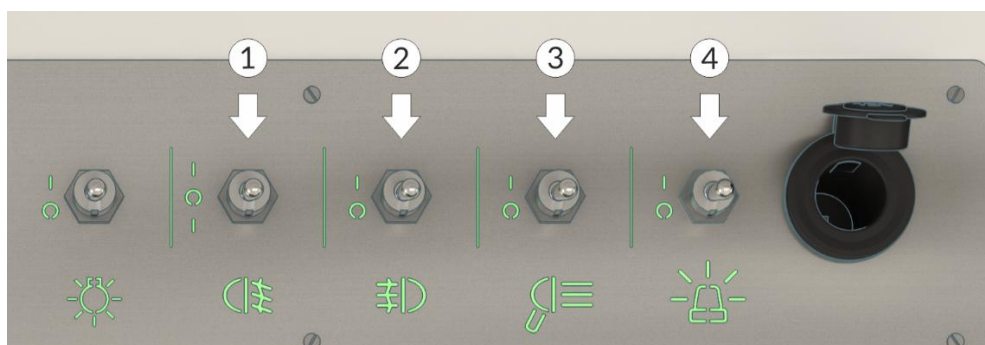

Рисунок 55 – Верхняя левая панель приборов.
Выключатель (1), расположенный на верхней левой панели приборов, управляет противотуманными LED-фарами (рисунок 55).
Выключатель (2), расположенный на верхней панели приборов водителя, управляет одновременным включением бортового и заднего рабочего света (рисунок 55).
Тумблер (3) включения фары-искателя расположен на верхней левой панели (рисунок 55).